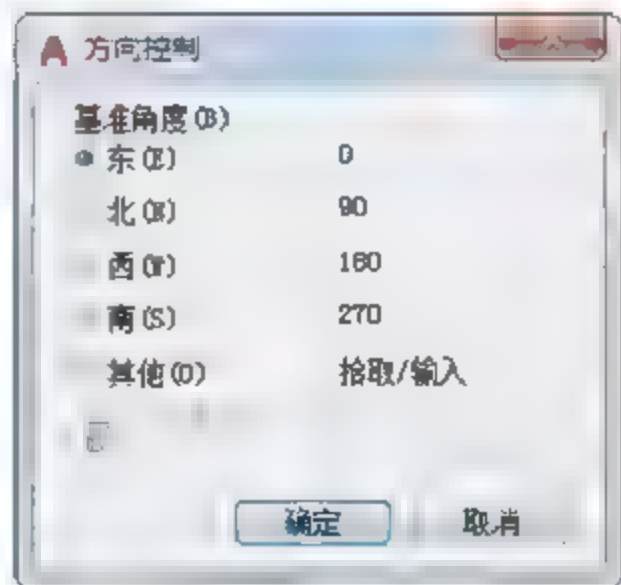

图2-50 【方向控制】对话框
- 【方向】按钮：用于设置角度方向。单击该按钮将弹出如图2-50所示的【方向控制】对话框，在其中可以设置基准角度和角度方向，当选中【其他】单选按钮后，【角度】按钮才可用。